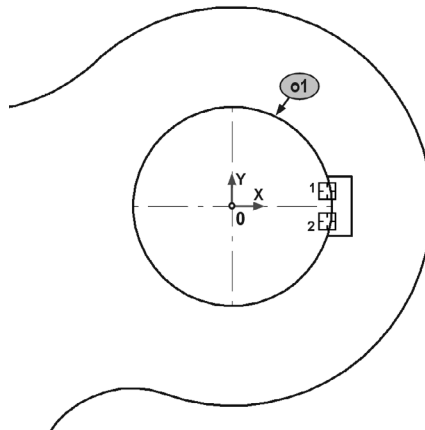

Рис. 25.14. Удаление участков окружности
- 14.7. Используя команду **Усечь кривую**, удалите лишний участок окружности o1 (курсоры 1 и 2 на рис. 25.14). Потребуется выполнить два щелчка мышью, так как данный участок окружности пересекает осевая линия.